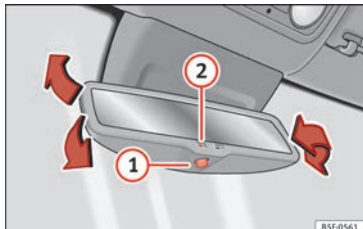

Fig. 19 Rétroviseur intérieur photosensible à réglage automatique*.
- Activer la fonction photosensible automatique : appuyez sur le bouton **1** » **fig. 19**. Le témoin **2** s'allume, et le rétroviseur s'obscurcit en présence de lumière.